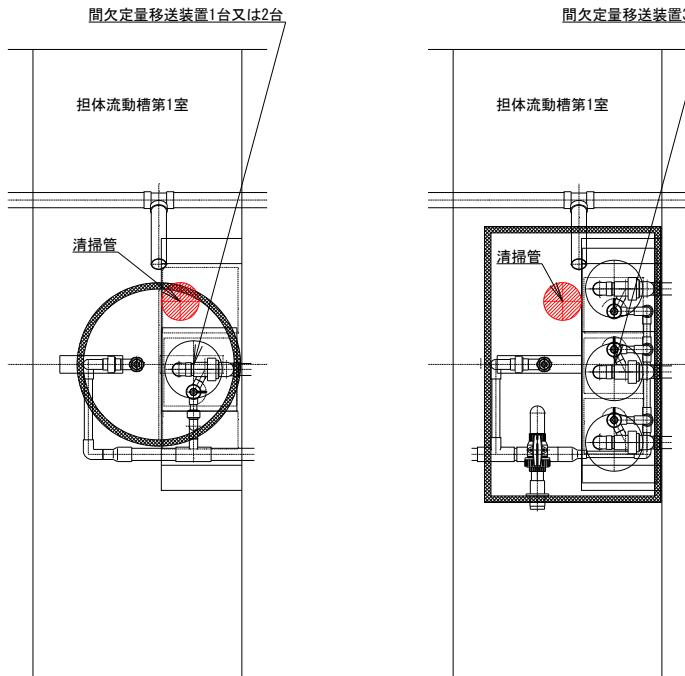

図4-2 担体流動槽第一室における清掃ホース挿入用清掃管位置
- ①間欠定量移送装置の移送水が吐出し終わる直前（エアが吐出する前）に、間欠定量移送装置用エアバルブを閉じます。
- ②ばっ氣を停止し、しばらく時間を置いて汚泥を沈降させてください。
- ③清掃管にホースを挿入し、汚泥を適正量（低負荷時の対策3を実施の場合は全量）引き抜いてください（図4-2参照）。
- ④移送水量の確認をして適正量に調整してください。